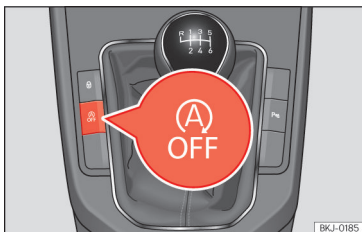

Abb. 83 Mittelkonsole: Systemtaste Start-Stopp.
- Um das Start-Stopp-System manuell aus-/einzuschalten, drücken Sie die Taste  **>>> (Abb. 83)**